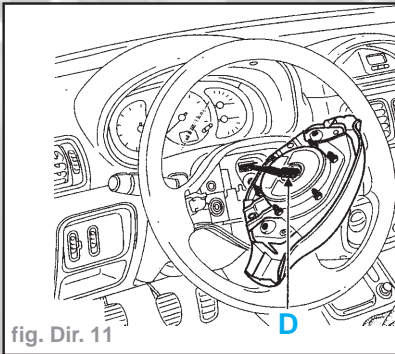

fig. Dir. 11
- le coussin airbag conducteur par ses deux vis étoile (T30) (couple de serrage **0,5 daN.m**) situées derrière le volant et débrancher son connecteur (D) (fig. Dir. 11)